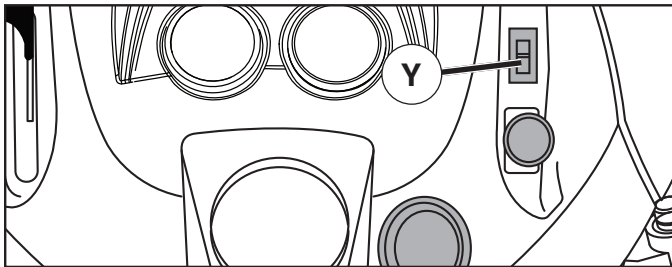

Fig. 15
## CÓMO USAR EL CONTROL DEL CIERRE DIFERENCIAL (Y) (Ver la Fig. 15)